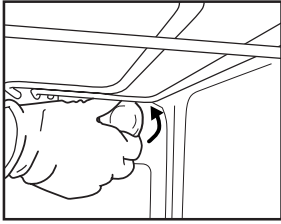
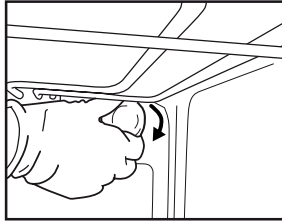

Рис. 6
Рис. 7
2. Виперіть плафон (Рис. 6), замініть лампочку (див. примітку щодо типу лампочок) і закрутіть плафон назад (Рис. 7).